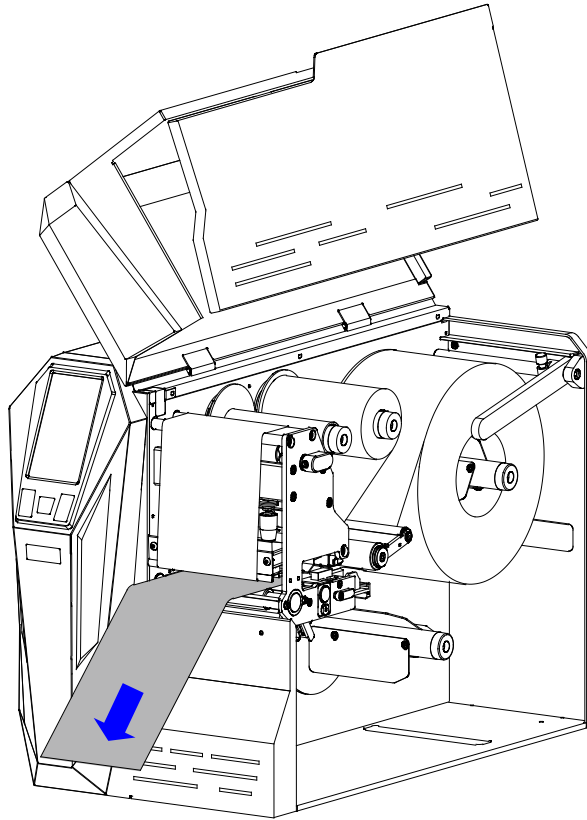

图 2-28 拉出标签纸
8. 拉出约 400mm 标签，取下标签面纸，如图 2-28 所示。